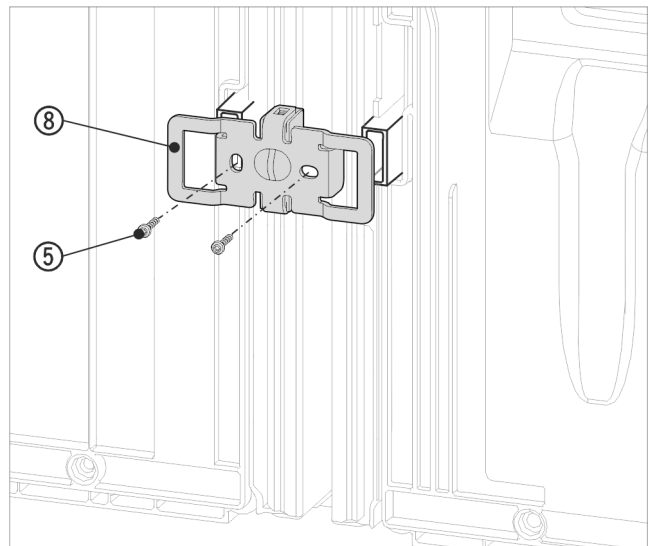

Fig. 19 Príklad zobrazenia
- Uholník Fig. 19 (8) opätovne posuňte s vybraniami nad uchytenie pre dištančné držiaky na stenu.
- Priskrutkujte ho pomocou 2 skrutiek Fig. 19 (5).